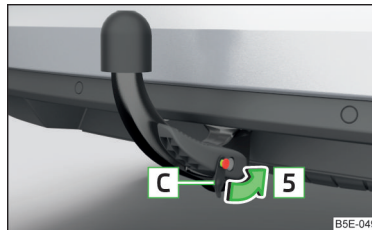

Abb. 301
- › Die Kappe **C** auf das Schloss in Pfeilrichtung **5** stecken und eindrücken » Abb. 301.